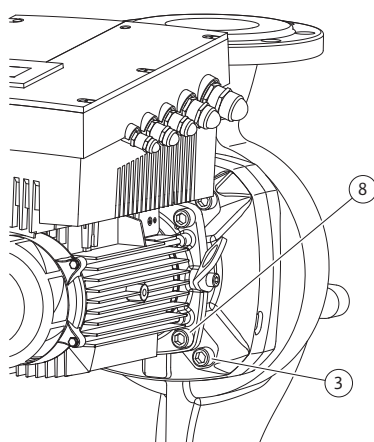

Fig. 52: Fixarea opțională a ansamblului motor cu rotor hidraulic
11. Desfaceți și îndepărtați șuruburile (Fig. 7, Poz. 3). În funcție de tipul pompei se vor îndepărta șuruburile exterioare (Fig. 52, Poz. 3). După îndepărtarea șuruburilor, ansamblul motor cu rotor hidraulic (vezi Fig. 13) rămâne în poziție sigură în carcasa motorului, nu există niciun pericol de basculare, nici chiar atunci când arborele motorului se află în poziție orizontală.
22. Împingeți cu grijă piesa intermediară peste arbore și poziționați-o în poziția inițială sau într-o altă poziție unghiulară dorită în raport cu flanșa motorului. Totodată țineți cont de pozițiile admise de montare ale componentelor (a se vedea capitolul 7.1 „Poziții de montare admise și modificarea dispunerii componentelor înainte de instalare” la pagina 20). Fixați piesa intermediară cu șuruburile (Fig. 7, Poz. 10) **sau** – în funcție de tipul de pompă/tipul piesei intermediare (Fig. 52) – cu șuruburile (Fig. 52, Poz. 8) pe flanșa motorului.